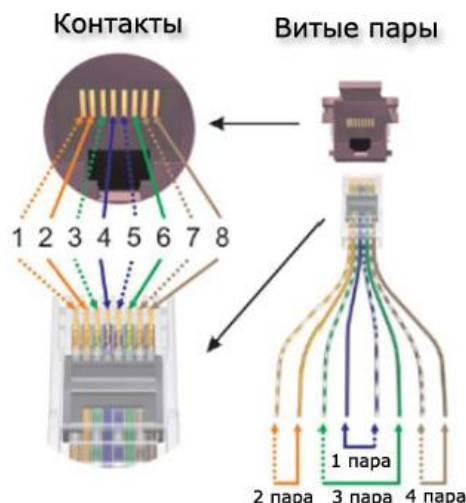

Рисунок 3 - Разводка проводов на разъем RJ-45
5.4 Подключить к разъемам каналов ТЧ, расположенные на лицевой панели карты с номерами 1 и 2, кабели с помощью разъемов RJ-45 (см. Рисунок 3).